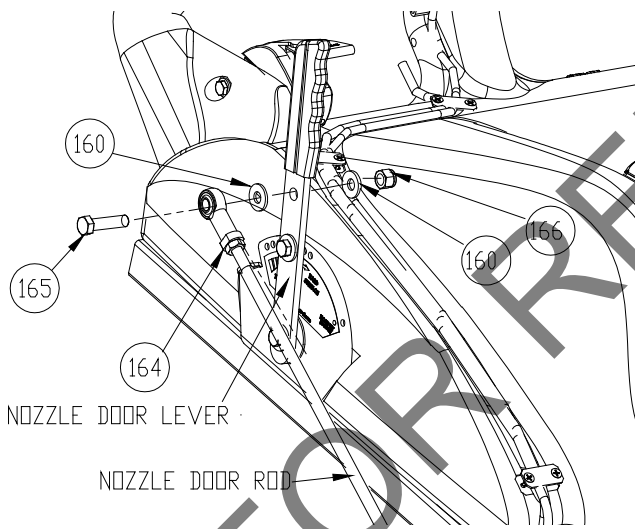

Fig. 5
7. Fäst stavänden i staven (Se Fig. 5 nästa sida)